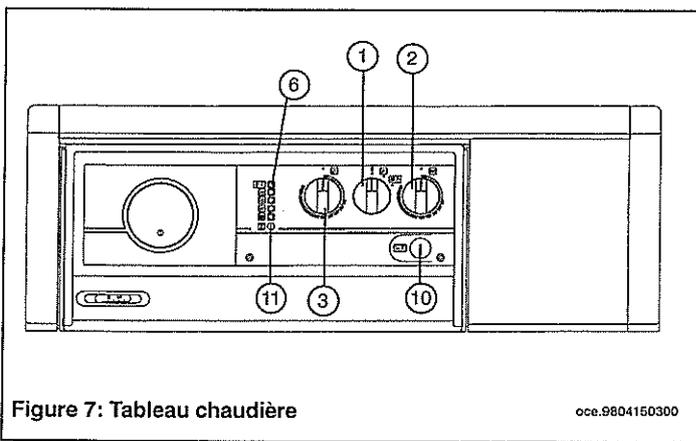

Figure 7: Tableau chaudière
Selon la demande des dispositifs de réglage, la carte d'allumage provoque une décharge électrique aux électrodes d'allumage et en ouvrant la vanne du gaz, détermine l'allumage du brûleur. En même temps elle contrôle le formation régulière de la flamme au moyen de la sonde à ionisation. Si la flamme ne s'est pas formée avant le temps de sécurité, la chaudière se bloque (voyant rouge allumé Réf. 10 Figure 7) et seulement après avoir éliminé la cause de l'intervention il est possible de répéter l'allumage en appuyant sur le bouton de réarmement (Réf. 10 Figure 7).
Pour augmenter la température, tourner le bouton (Réf. 2 Figure 7) dans le sens des aiguilles d'une montre et dans le sens contraire pour la diminuer.
Pour augmenter la température, tourner le bouton (Réf. 3 Figure 7) dans le sens des aiguilles d'une montre et dans le sens contraire pour la diminuer.
Dans ces conditions la chaudière se bloque (voyant rouge allumé (Réf. 6 Figure 7)) et seulement après avoir éliminé la cause de l'inconvénient il est possible de répéter l'allumage par le poussoir de réinitialisation (Réf. 11 Figure 7).
Cette fonction est opérationnelle si la chaudière est alimentée électriquement et si le sélecteur (Réf.1 Figure 7) n'est pas dans la position (0).